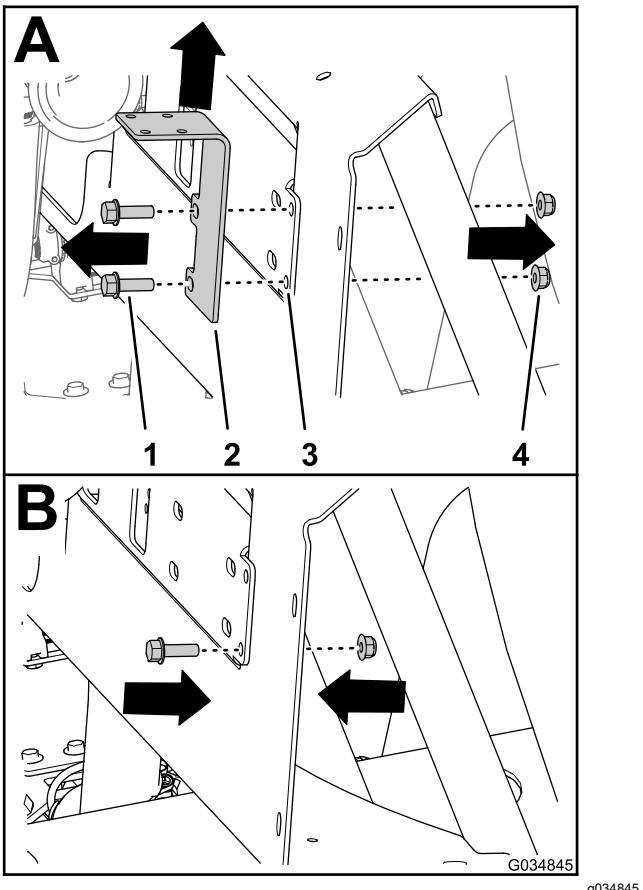

Рисунок 54
- Снимите два болта с фланцевыми головками (5/16 x 1 дюйм) и две фланцевые контргайки (5/16 дюйма), которые крепят опорный кронштейн перепускного отсечного клапана к креплению коллектора (вид А на Рисунок 54), снимите кронштейн отсечного клапана.
- Установите болт с фланцевой головкой (5/16 x 1 дюйм) и фланцевую контргайку (5/16 дюйма) на крепление коллектора (вид В на Рисунок 54) в нижнее отверстие для кронштейна отсечного клапана, снятого при выполнении пункта 5.